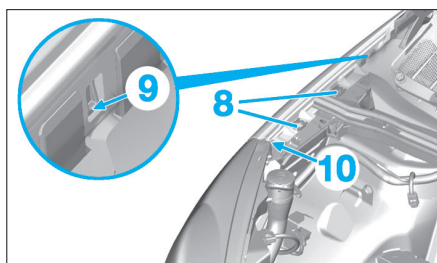

Fig. 164
- Déverrouiller les vis d'1/4 de tour en (8) (Fig.164).
- À l'aide d'un petit tournevis plat, dégrafer en (9).
- Dégager simultanément l'aile avant vers le haut et l'indexage (10).